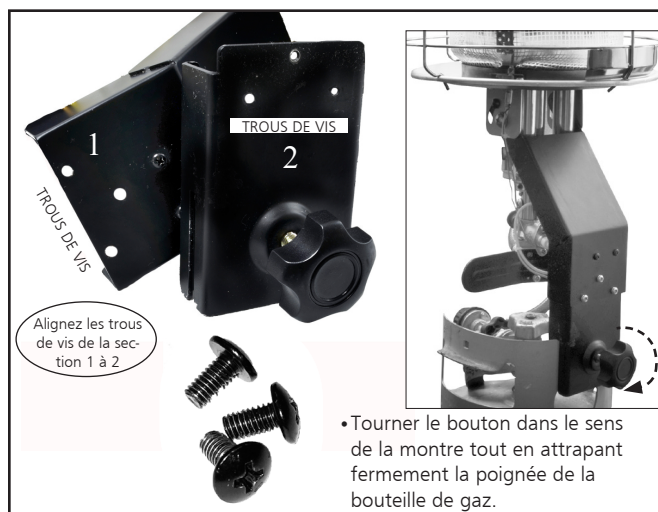

Figure 1
4. Fixez le col du réservoir (Figure 1.)